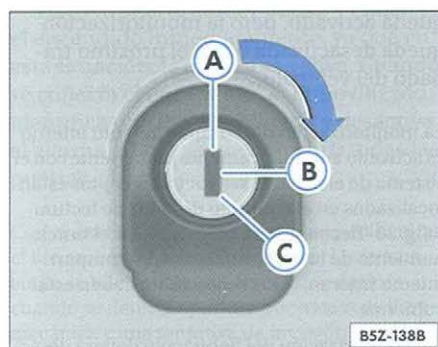

Fig. 39 Tapa del maletero: apertura
- Gire la llave hasta la posición vertical ⇒ fig. 39 (A).
- Gire la llave hasta la posición vertical ⇒ fig. 39 (A). Las puertas deberán haber sido desbloqueadas con el mando a distancia.
- Agarre la manija ⇒ fig. 39, apriete el botón de apertura y levante la tapa.
- Gire la llave en el sentido horario hasta el tope ⇒ fig. 39 (C) y asegurándola en esta posición, apriete el botón de apertura y levante la tapa por la maneta. La llave no podrá retirarse del cilindro cuando se encuentre en esta posición.
- Gire la llave hasta la posición horizontal ⇒ página 62, fig. 39 . La tapa queda trabado permanentemente y solamente podrá destrabarse con la llave.